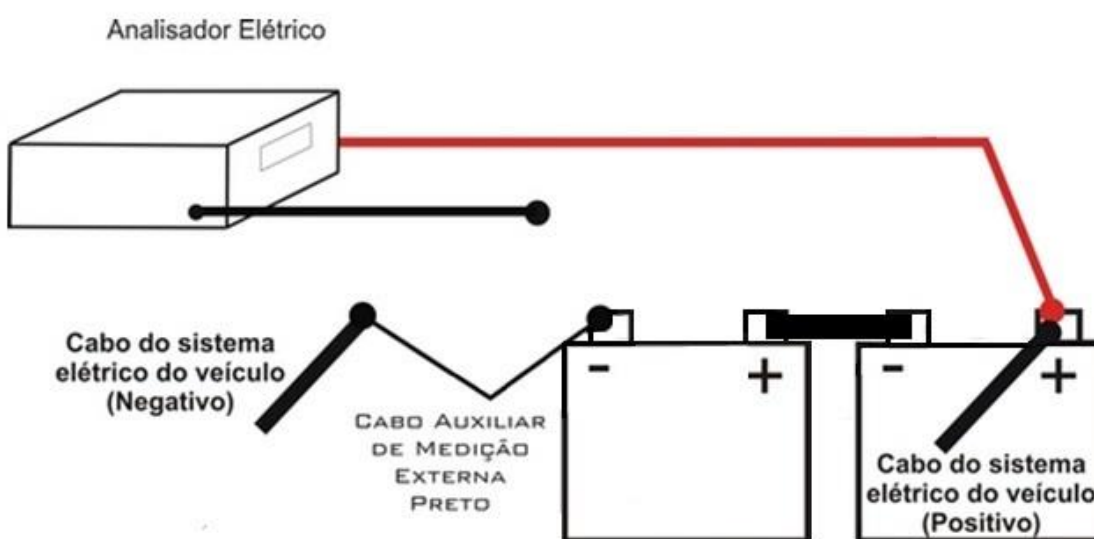

Fig. 02
- IX. Desconecte o cabo negativo do sistema elétrico da bateria (o sistema elétrico do carro deverá permanecer ligado através do cabo auxiliar preto – ver **fig. 02**);